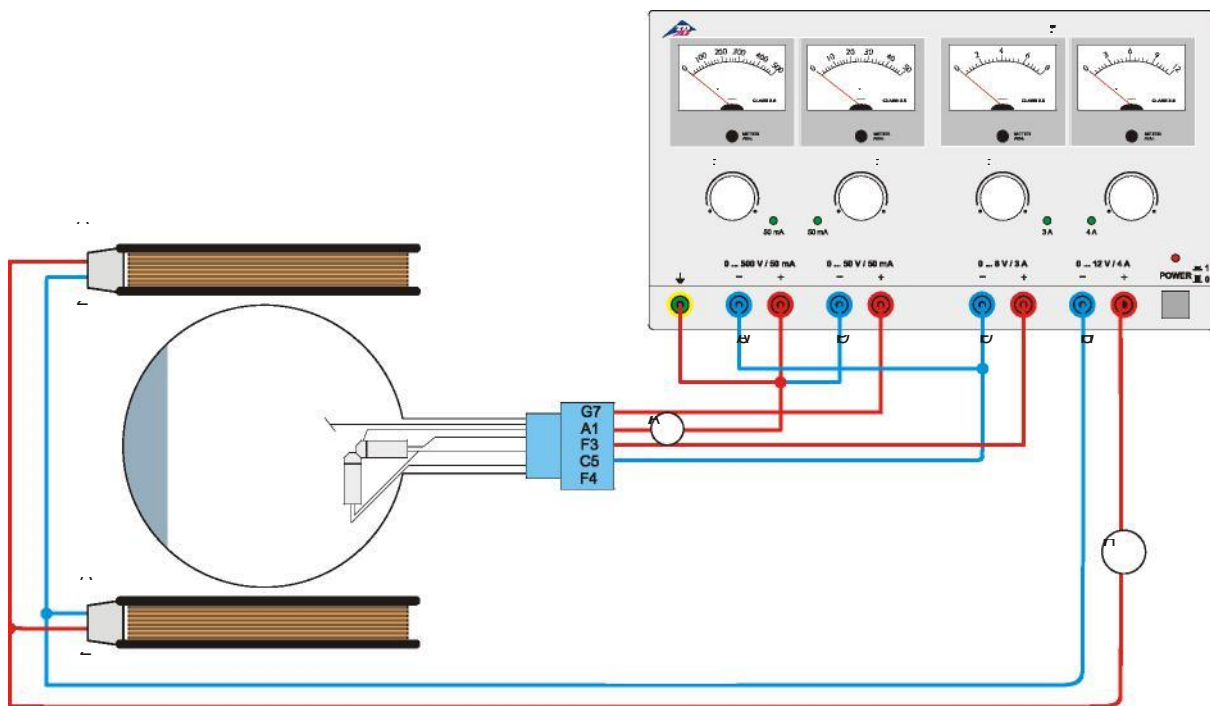

Fig. 3 Bestimmung von e/m mittels der axialen Elektronenkanone
- Beschaltung der Röhre gemäß Fig. 3 vornehmen.